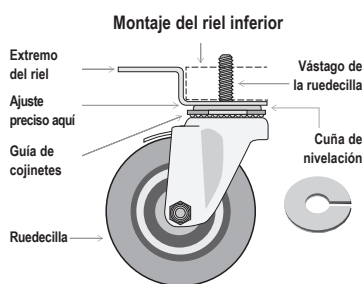

Fig. 7. Diagrama de ruedecilla.
3. Enrosque las ruedecillas en el riel del marco o en la parte inferior del equipo. Consulte las figs. 7 y 8.